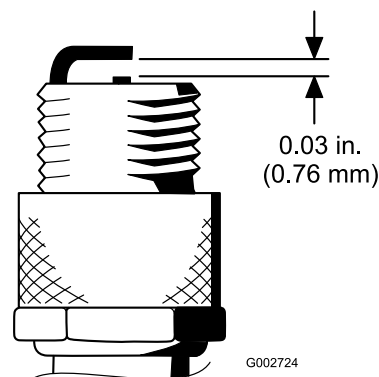

図 44
4. エア・ギャップを 0.76mm に調整する (図 44)。